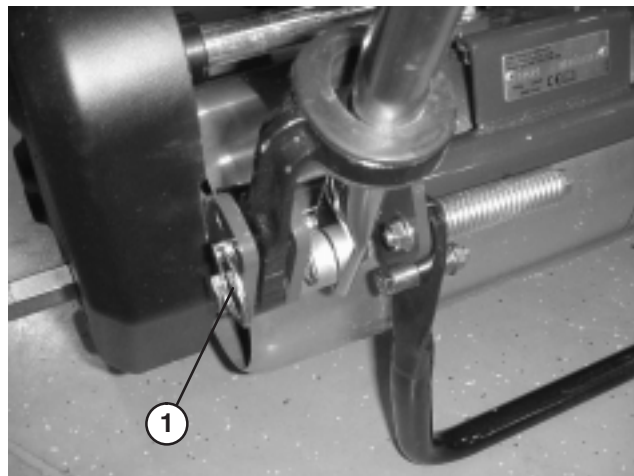

Figure 5
1. Retirez les goupilles fendues des axes de chape de chaque côté de la tondeuse (Fig. 5).
2. Tout en soutenant le mancheron, retirez les axes de chape de chaque côté pour monter ou descendre le mancheron à la hauteur requise (Fig. 5).